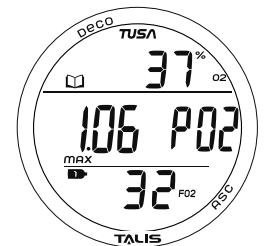

Abb. 51 - LOGDATEN 2
**Logdaten 2** (nur bei NORM-Nitrox), Informationen beinhalten (Abb. 51):